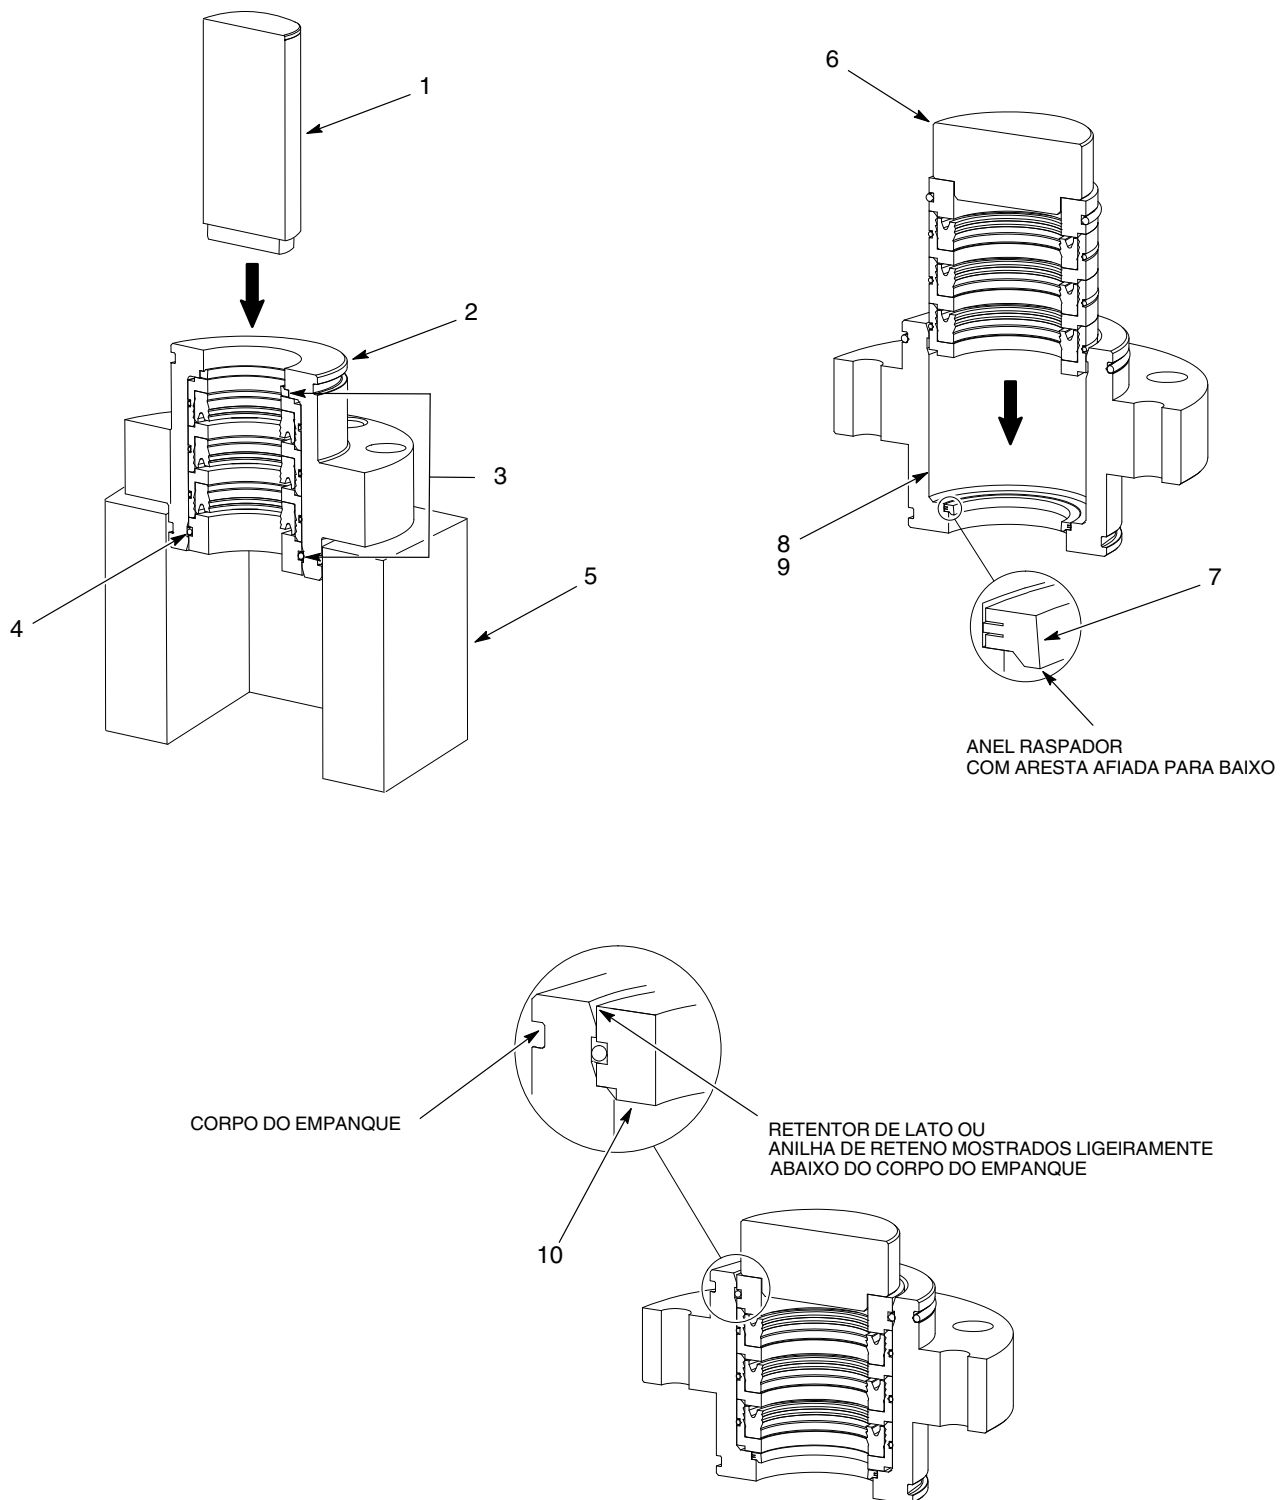

Figura 7 Substituição típica de peças internas de empanques
1. Consulte a figura 7. Coloque o corpo do empanque (2) numa fixação (5) com a extremidade do copo de solvente voltada para cima.